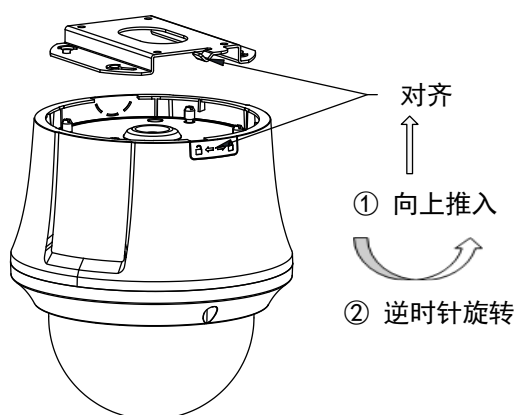

图2-48 推入安装
- 步骤5 将智能球上壳体顶面箭头方向朝向安装底座伸出尖端，向上推入，然后朝安装底座伸出尖端方向推动，到位后限位弹舌自动卡入安装底座限位挡板的右边，如图 2-48 所示。